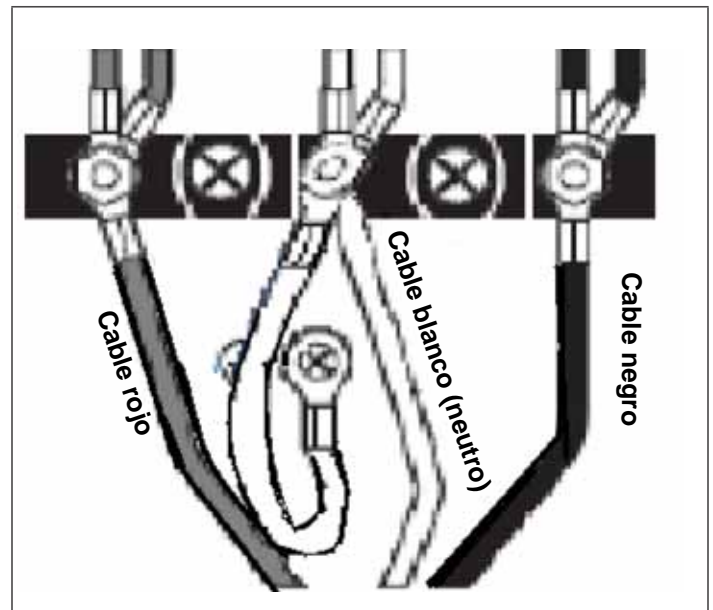

Figura 15: 3-Wire Connection
3. Fije el cable neutro de tierra del circuito de alimentación al contacto central (color plata) de la caja de conexiones (vea la Figura 15).